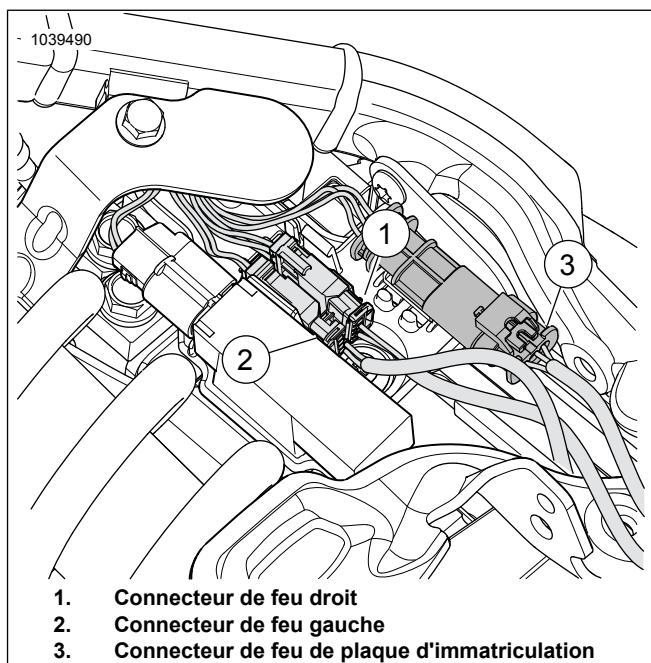

Figure 4. Connecteur de feu de direction
3. Voir la figure 4. Connecter le connecteur (3).